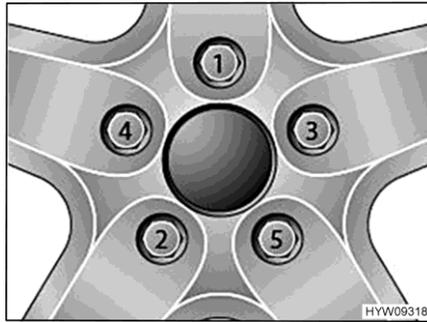

Bild 105 Radmuttern oder Radschrauben über Kreuz festziehen
- Radmuttern oder Radschrauben in der Reihenfolge, die in Bild 105 gezeigt ist, festziehen. Dazu einen Drehmomentschlüssel verwenden und das vorgeschriebene Anziehdrehmoment einhalten (siehe Abschnitt 14.5).
- Radmuttern oder Radschrauben regelmäßig auf festen Sitz prüfen. Radmuttern oder Radschrauben eines ausgewechselten Rades nach 50 km nachziehen. Dabei in der Reihenfolge vorgehen, die in Bild 105 gezeigt ist.
- Wenn neue oder neu lackierte Felgen verwendet werden, die Radmuttern oder Radschrauben zusätzlich nach ca. 1000 bis 5000 km nachziehen. Dabei in der Reihenfolge vorgehen, die in Bild 105 gezeigt ist.